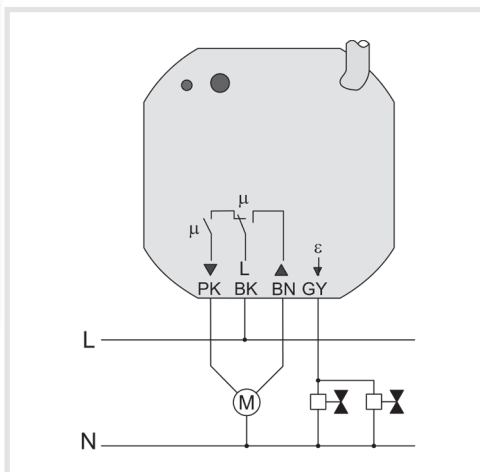

Figure 5
- Raccorder la charge (figure 5). Utiliser les bornes enfichables à ressort fournies. Les extrémités de conducteurs flexibles doivent être étamées.